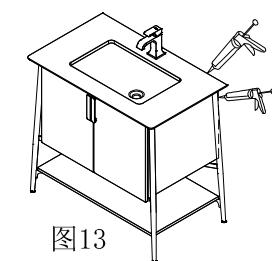

图13
- ③如图13所示，柜体与墙壁处，台面与墙壁处涂硅胶，保证均匀无缝隙。